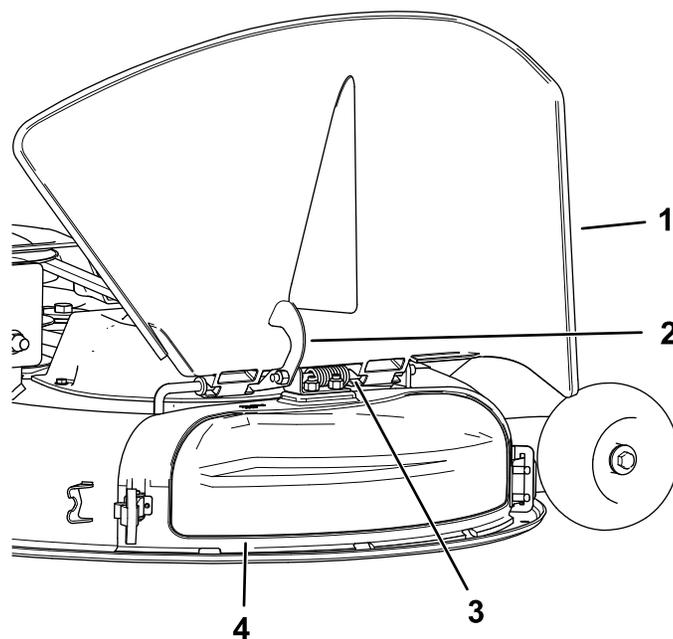

Figure 4
4. Sur le haut du couvercle d'éjection, accrochez le crochet de verrouillage à la tige de pivot du déflecteur (Figure 4).
4. Ouvrez le crochet de verrouillage sur le dessus du couvercle d'éjection pour le dégager de la tige de pivot (Figure 4).